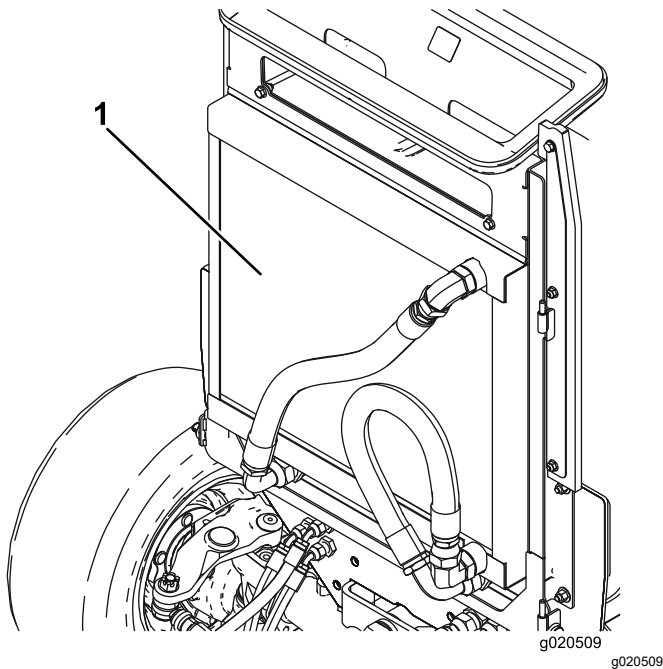

Figura 113
4. Limpie a fondo ambos lados del enfriador de aceite y del radiador con aire comprimido (Figura 113).